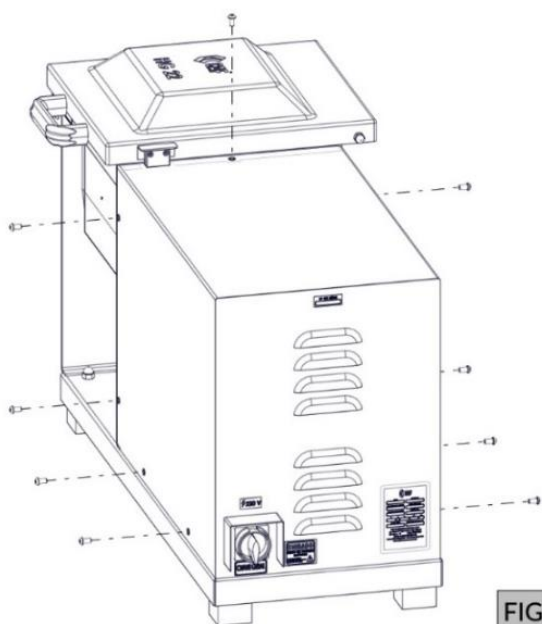
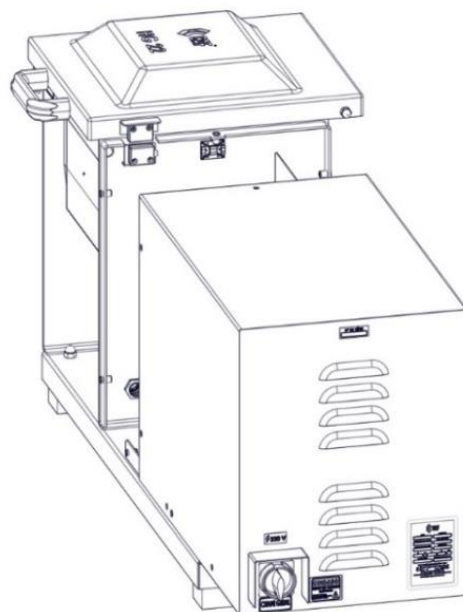
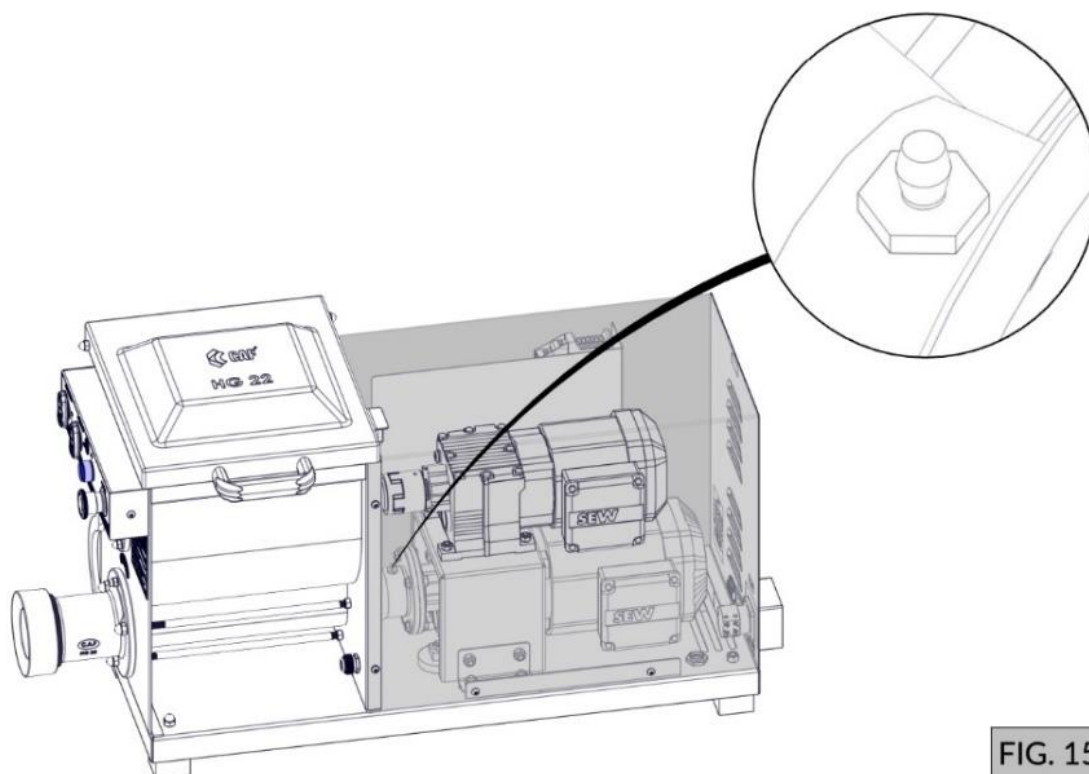

FIG. 10
FIG. 11
FIG. 15
- b) Retire os parafusos do protetor do motor (FIG. 10) e puxe-o para ter acesso ao restante dos componentes elétricos da máquina (FIG. 11);
O Moedor e Misturador possui uma graxeira localizada na parte interna da máquina (FIG. 15). Para acessá-la, basta remover os parafusos do protetor do motor (FIG. 10) e retirar a proteção. A CAF recomenda a lubrificação da máquina a cada três meses ou aproximadamente a cada 500 horas de trabalho, caso o uso seja diário.